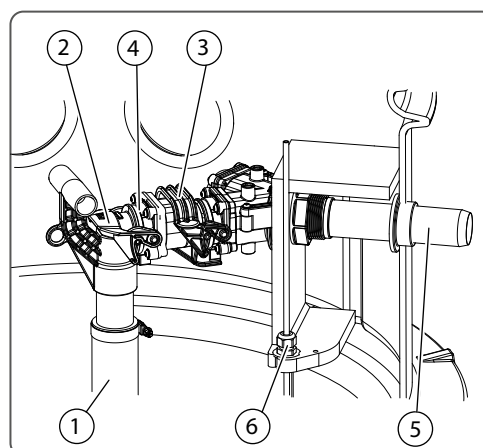

Fig. 17
**Recommandation :** Si vous devez entretenir le clapet antiretour, démontez la pompe complètement avec le clapet car ceci permet de vider la conduite de refoulement facilement. Lors de la maintenance de la pompe, ouvrez seulement la fermeture rapide rouge et la conduite de refoulement ne se vide pas. Ouvrez seulement la fermeture rapide noire lors de la maintenance d'une pompe à clapet antireflux (Fig. 17)